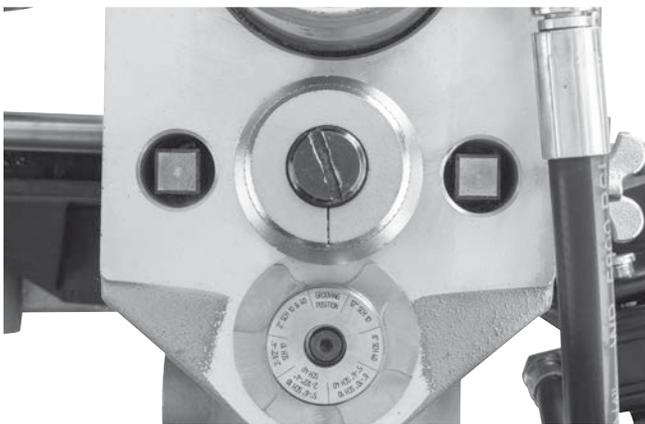

Figura 14B - Calibro nella posizione della scanalatura
4. Ruotare il dado di regolazione in senso orario finché la testa non tocca il gradino del calibro. Ruotare il calibro di profondità della scanalatura verso la posizione della scanalatura (Figura 14B). Se il calibro non è nella posizione della scanalatura, impedisce la scanalatura e può danneggiarsi.
2. Assicurarsi che il calibro di profondità della scanalatura sia nella posizione della scanalatura. (Figura 14B)